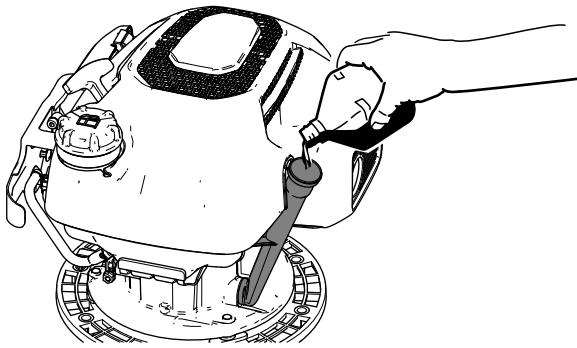

Figure 15
3. Versez lentement l'huile moteur spécifiée dans le goulot de remplissage (Figure 15), puis attendez 3 minutes.